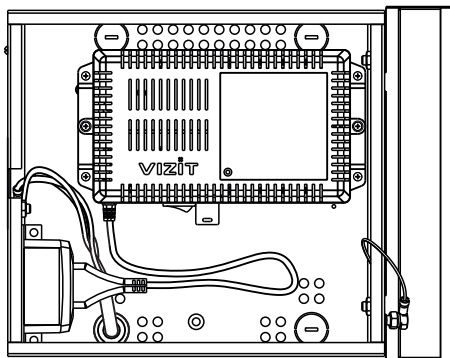

Рисунок 4 - Расположение блока управления VIZIT в боксе
- Если конструкция блока вызова предусматривает его заземление, подключите защитный провод блока вызова к клемме ⑧. Защитный провод соединяется с кабельным наконечником клеммы методом опрессовки.
- Подключите сетевую вилку блока управления / блока питания к розетке (см. рис. 4, 5, 12, 13).